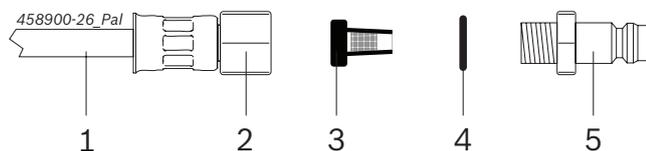

Рис. 42: Замена сетчатого фильтра
1. Снять ниппель (Рис. 42, поз. 5) с шлангопровода (Рис. 42, поз. 1).
2. Снять и утилизировать сетчатый фильтр (Рис. 42, поз. 3).
3. Оба резьбовых соединения очистить (Рис. 42, поз. 2 и 5) чистым испытательным маслом.
4. Проверить кольцо круглого сечения (Рис. 42, поз. 4). При наличии дефектов заменить кольцо круглого сечения.
5. Установить новый сетчатый фильтр в правильном положении на ниппеле (Рис. 42, поз. 5).
6. Накрутить шлангопровод (Рис. 42, поз. 1) на ниппель (Рис. 42, поз. 5) и затянуть вручную.